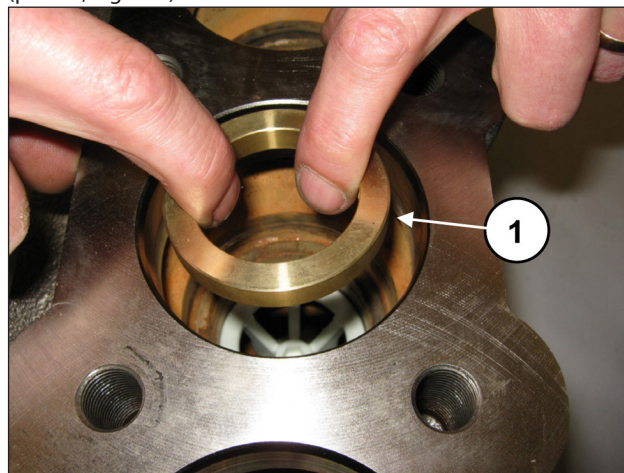
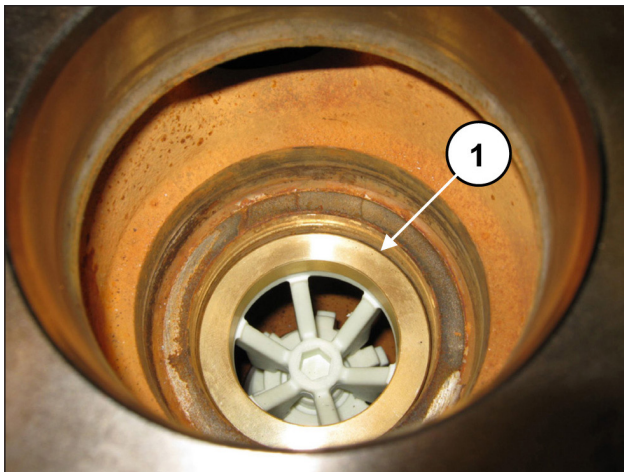

Fig. 121
Fig. 122
Introducir la anilla distanciadora en el alojamiento de la válvula (pos. ①, Fig. 121), apoyándola en el distanciador (pos. ①, Fig. 122).